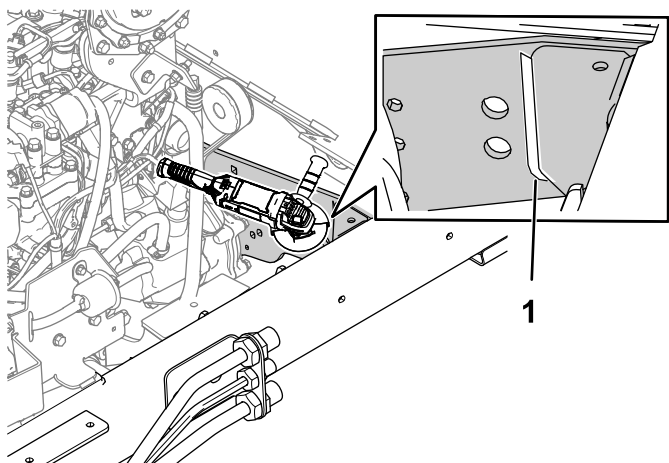

Figura 8
1. Lime la soldadura situada entre el soporte del eje y el soporte de esquina, tal y como se muestra en la (Figura 8). Repita el procedimiento en el otro lado.